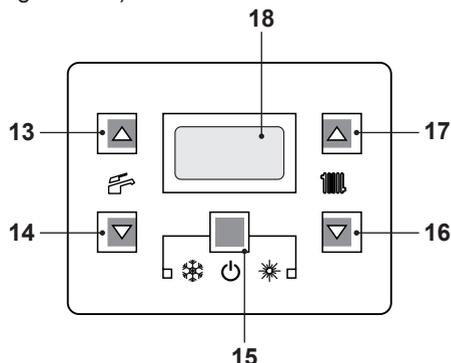
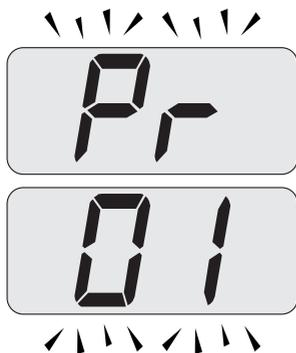

Figura 5.25
Figura 5.26
- Entrare in "modalità programmazione" premendo contemporaneamente per 10 secondi i tasti 15 - 16 - 17 (Figura 5.25)
fino a far apparire sul display LCD le lettere **Pr** che si alternano con il codice **01**, indicanti l'entrata nel "parametro 01" (Figura 5.26).
- Premere contemporaneamente i tasti 15 e 17 (Figura 5.25) fino a far apparire sul display LCD il valore del parametro 01 (Figura 5.27).
- Premendo il tasto 15 (Figura 5.25) si ottiene la conferma del valore inserito.
- Premendo contemporaneamente i tasti 15 e 16 (Figura 5.25) si esce senza modificare il valore (ritorno alla lista parametri Figura 5.26).
- Premendo contemporaneamente per 10 secondi i tasti 15 - 16 - 17 (Figura 5.25) si esce dalla "modalità programmazione".
- Entrare in "modalità programmazione" premendo contemporaneamente per 10 secondi i tasti 15 - 16 - 17 (Figura 5.25) fino a far apparire sul display LCD le lettere **Pr** che si alternano con il codice **01**, indicanti l'entrata nel "parametro 01" (Figura 5.26).
- Scorrere i vari parametri utilizzando i tasti 16 o 17 (Figura 5.25) fino a far apparire sul display LCD le lettere **Pr** che si alternano con il codice **08**, indicanti l'entrata nel "parametro 08" (Figura 5.28).
- Premere contemporaneamente i tasti 15 e 17 (Figura 5.25) fino a far apparire sul display LCD il valore del parametro **08** (**00**= Nessun Reset) (Figura 5.29).
- Premendo i tasti 15 e 16 (Figura 5.25) si esce senza modificare il valore.
- Premere i tasti 16 o 17 per scorrere i vari parametri fino a far apparire sul display LCD le lettere **Pr** che si alternano con il codice **01**, premere contemporaneamente i tasti 15 e 17 (Figura 5.25) fino a far apparire sul display LCD il valore del parametro **01** (Figura 5.30).